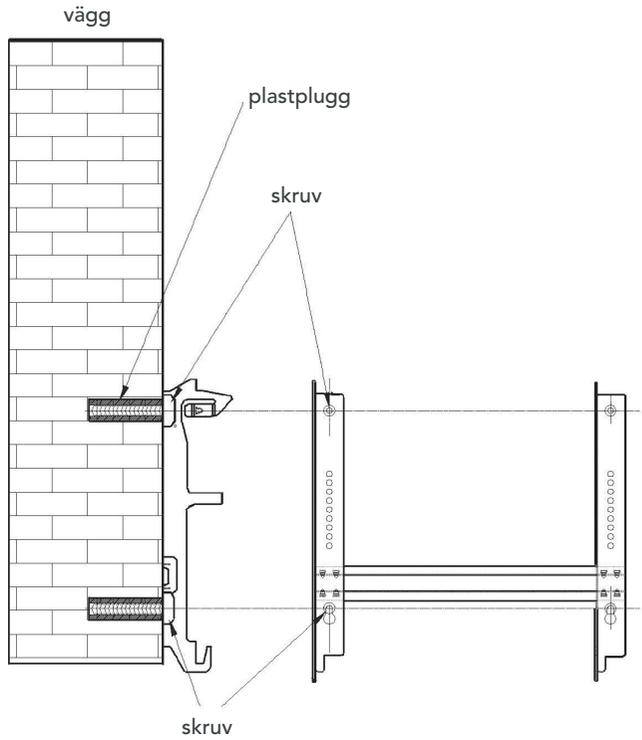

Fig. 5
- 4 För in plastpluggen i de fyra hålen i väggen och montera fästet ordentligt med hjälp av de fyra skruvarna. Se fig. 5